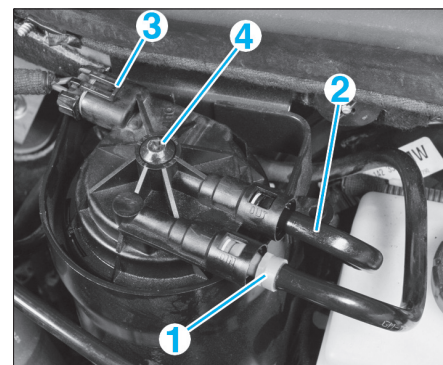

FIG. 23
- Débrancher les canalisations d'entrée (1) et de sortie (2) du filtre (fig. 23).
- Débrancher le connecteur (3) du réchauffeur de carburant.
- Déposer la vis centrale (4) du couvercle de cuve de filtre et déposer celui-ci.